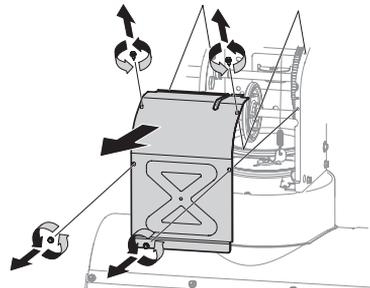
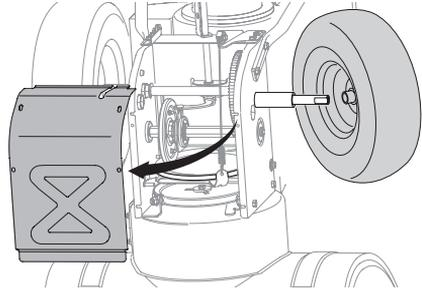

Figure 78
Figure 86
- Retirez les vis autotaraudeuses qui fixent le couvercle du châssis sous l'appareil, puis retirez le couvercle du châssis. Voir Figure 78.
5. Retirez les vis autotaraudeuses qui fixent le couvercle du châssis sous l'appareil, puis retirez le couvercle du châssis. Voir Figure 78.
3. Retirez les quatre vis autotaraudeuses qui fixent le couvercle du châssis sous l'appareil, puis retirez le couvercle du châssis. Voir Figure 78.
5. Remplacez le couvercle et fixez-le avec les quatre vis. Voir Figure 78.
4. Retirez les vis autotaraudeuses qui fixent le couvercle du châssis sous l'appareil, puis retirez le couvercle du châssis. Voir Figure 78. Retirez la vis et la rondelle Belleville qui fixent la roue droite à l'essieu, puis enlevez la roue droite. Voir Figure 86.